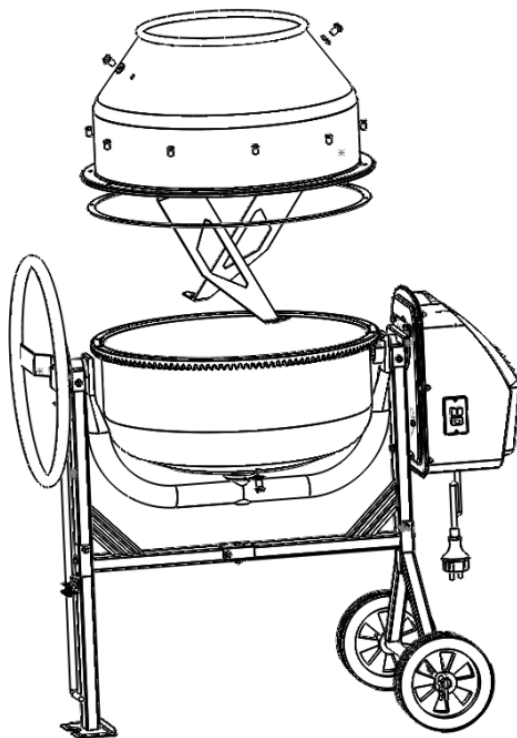

Fig.12
- Placez le joint en caoutchouc sur le tambour de mélange de l'unité inférieure.(9), p.13, comme le montre la figure 12 à la page suivante.
- Placer l'unité supérieure du tambour de mélange (6) sur l'unité inférieure du tambour de mélange